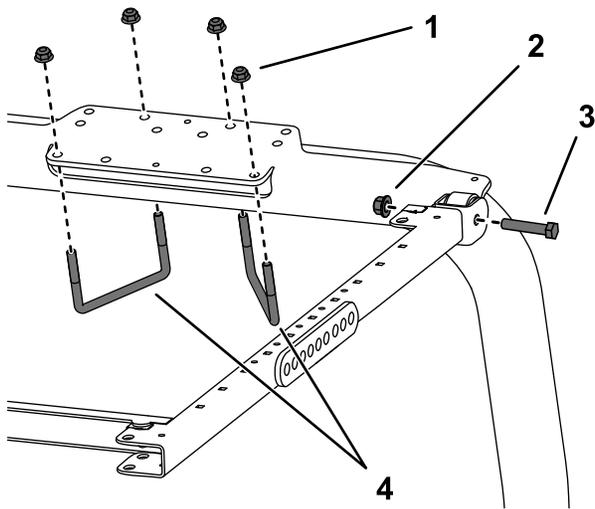

**Figura 27**
3. Inserite una rondella (13/16" x 1½") su ciascun bullone (¾" x 4"), come illustrato nella Figura 27.
- Nei fori da cui sono state estratte le spine, installate bulloni e rondelle (Figura 27).
- Montate un'altra rondella su ciascun bullone e fissate con un dado (¾"), come illustrato nella (Figura 27). Serrate i dadi a 323–396 N·m.
6. Serrate il bullone orientabile del ROPS (Figura 27) a 91–113 N·m per evitare il rimbalzamento del roll bar e del parasole.